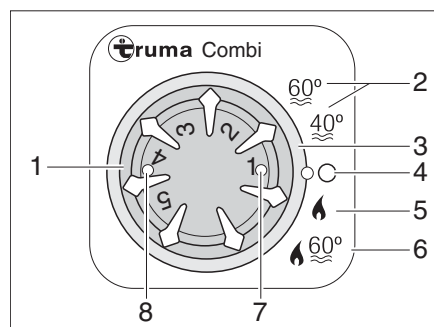

Bild 247 Bedieneinheit für Heizung/Boiler
Betriebsart wählen: ■ Betriebsart mit dem Drehschalter (Bild 247,3) einstellen.
Winterbetrieb Die Heizung wählt nach eingestellter Heizstufe selbstständig die benötigte Brennerstufe. Bei Betriebsart "Heizung und Boiler" (Bild 247,6) wird auch das Wasser im Boiler erhitzt. Die Heizung kann in der Betriebsart "Heizung ohne Boiler" (Bild 247,5) mit leerem Boiler betrieben werden.
■ Temperaturdrehknopf (Bild 247,1) an der Bedieneinheit auf gewünschte Heizstufe stellen.
■ Drehschalter (Bild 247,3) auf Winterbetrieb "Heizung ohne Boiler" (Bild 247,5) oder auf Winterbetrieb "Heizung und Boiler" (Bild 247,6) stellen.
Grüne Kontroll-Leuchte (Bild 247,7) leuchtet.
- Drehschalter (Bild 247,3) auf "O" (Bild 247,4) stellen.